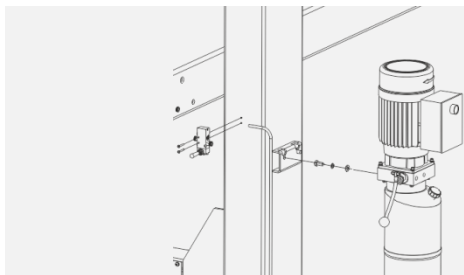

Рисунок 21
1. Установите управляющий воздушный клапан на колонну при помощи двух винтов M4X30 (см. рисунок 21).